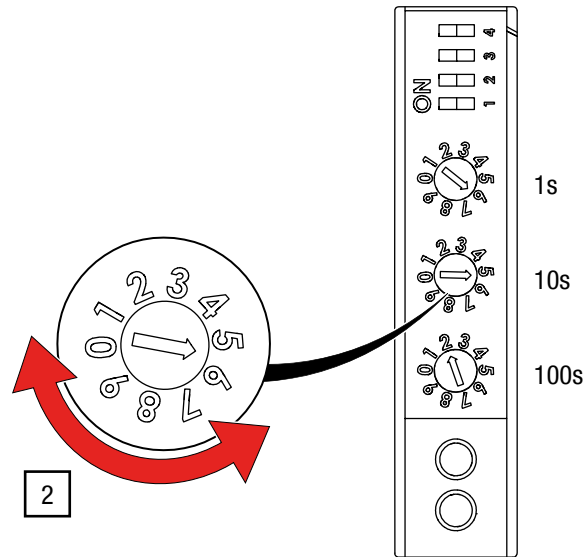

Abb. 26: Drehrädchen zur Einstellung der DMX-Adresse an Steuerung G-FRAME
2. Drehen Sie die Einstellräder für die DMX-Kanäle bei den drei Einstellrädern (1er, 10er und 100er-Stellen) mit einem Schraubendreher auf die gewünschte Ziffer (siehe Abb. 26).
Im Beispiel in Abb. 26 ist beispielhaft die DMX-Adresse 256 eingestellt. Die Schiebeschalter 1–4 („dipswitches“) bleiben ausgeschaltet („off“).